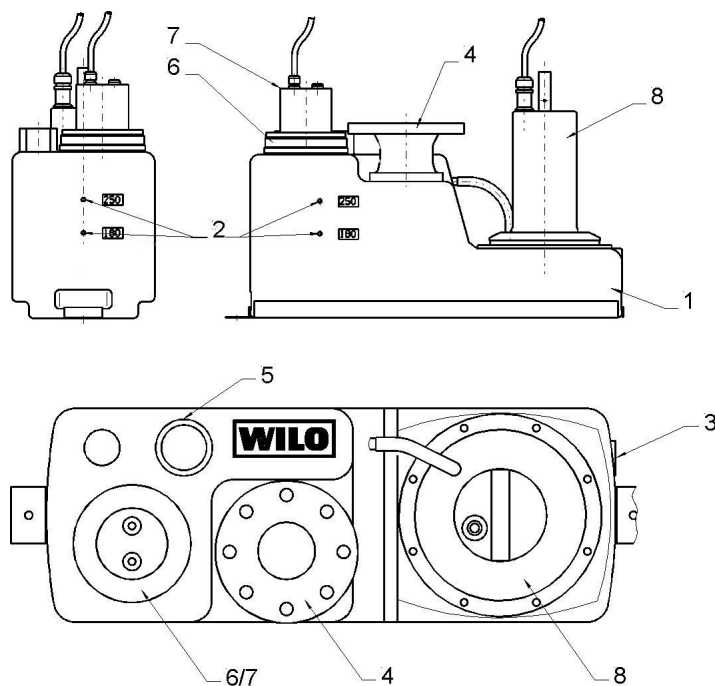

Рис. 1. Описание установки (Раздел 4.1)
4.1 Описание установки (Рис. 1)
- **Соединительный штуцер DN70** для вентиляционного трубопровода находится над резервуаром (см. Рис. 1). Вентиляционный трубопровод крепится к резервуару с помощью соединительного элемента "Konfix". Для присоединения к вентиляционному трубопроводу необходимо открыть соединительный элемент Konfix посредством разрывания наклейки. Вентиляционную трубу необходимо всего лишь вставить. Стандарт EN 12056-4 предписывает обязательное использование вентиляционного трубопровода для правильного функционирования установки!